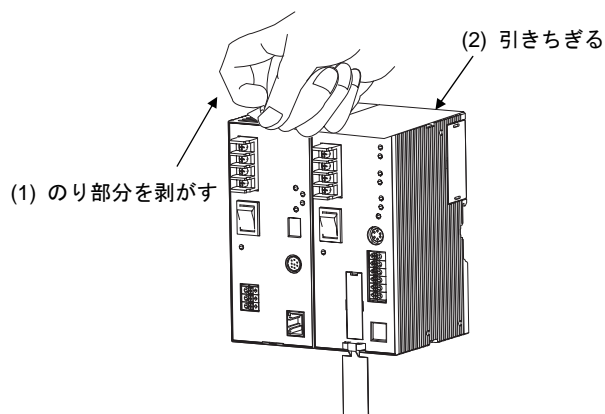

図15 保護シート
配線において、図15に示す①の部分隠すことがないようしてください。